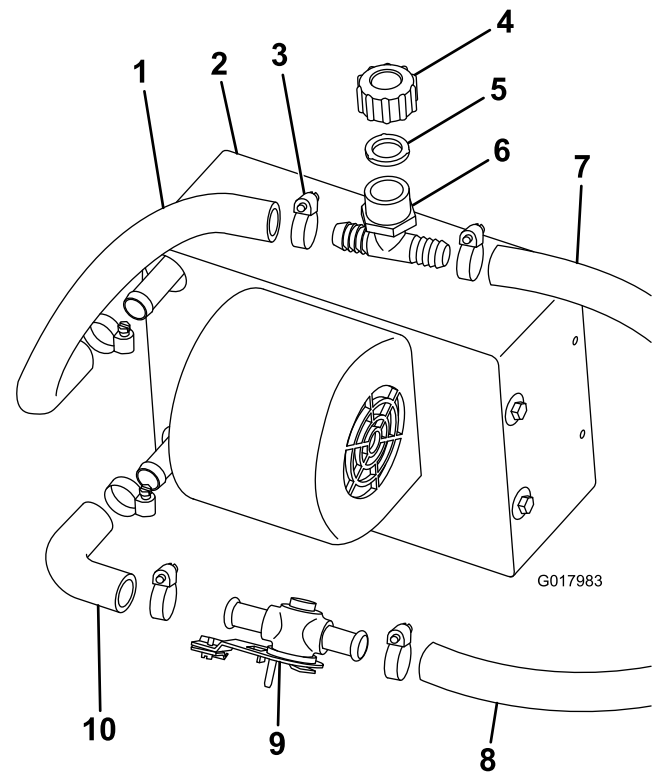

Figure 19
1. Fixez le flexible coudé au raccord inférieur du chauffage avec un collier (Figure 19).
2. Raccordez la vanne de chauffage au flexible coudé avec un collier (Figure 19).
- Coupez un morceau de 36 cm du flexible (5/8 pouce) et fixez-le au raccord supérieur du chauffage avec un collier (Figure 19).
- Fixez le raccord en T blanc, un joint et le bouchon au flexible supérieur du chauffage avec un collier (Figure 19).